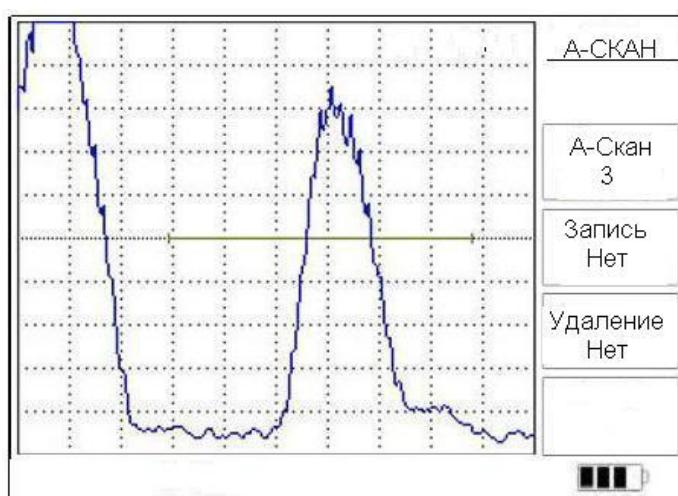

Рис.5.12.
5.4.7. Меню «**A-СКАН**» содержит следующие параметры (рис.5.12).